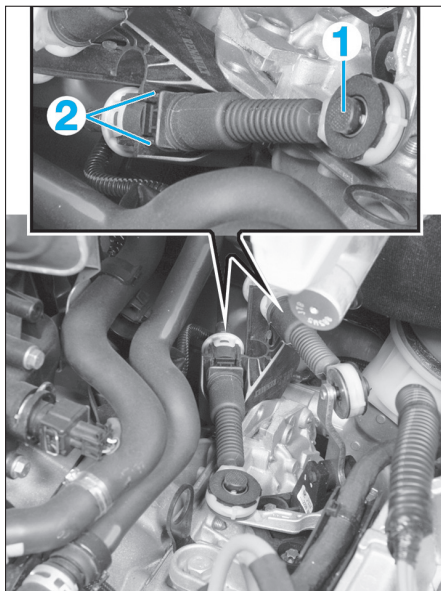

Fig. 7
- Désaccoupler les câbles de commande des vitesses en appuyant au centre de leur rotule (1) puis en pinçant les languettes (2) de leur arrêt de gaine (Fig.7).